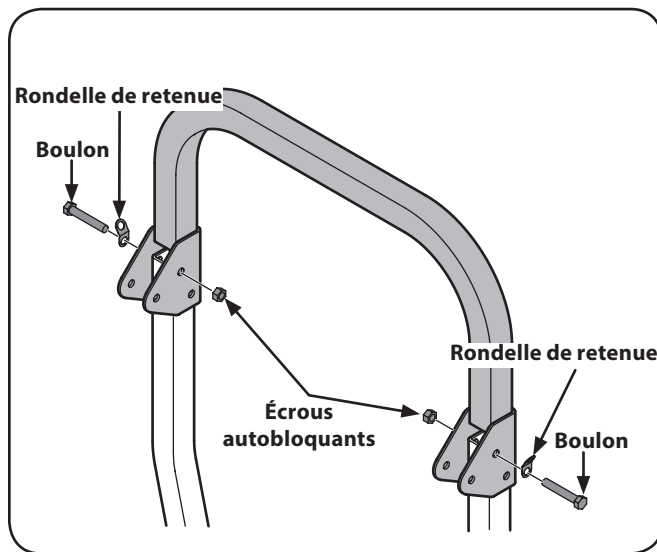

Figure 3-5
4. Installez la partie supérieure de la structure de protection anti-retournement sur les poteaux inférieurs. Insérez les boulons et les écrous. Voir Figure 3-5.